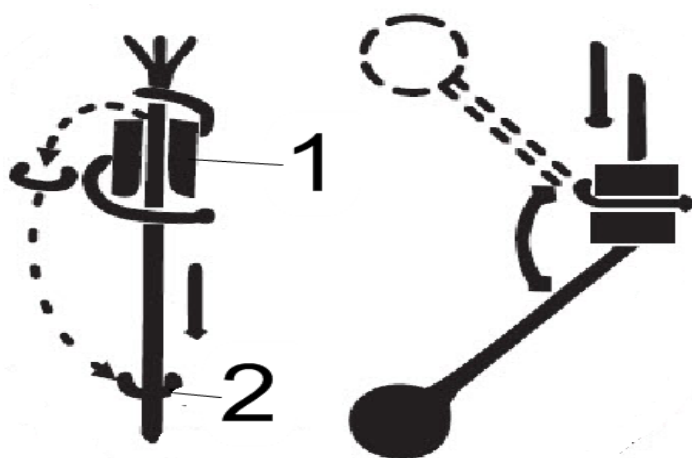

Рисунок 10
Противовес не поставляется в комплекте с поплавковым выключателем. Перед тем как установить противовес (1) выньте из него пластиковый фиксатор (2). Установите противовес (смотрите рисунок 10) так, чтобы коническое углубление было направлено вниз. После того как подобрана длина провода закрепите противовес на кабеле при помощи пластикового фиксатора.